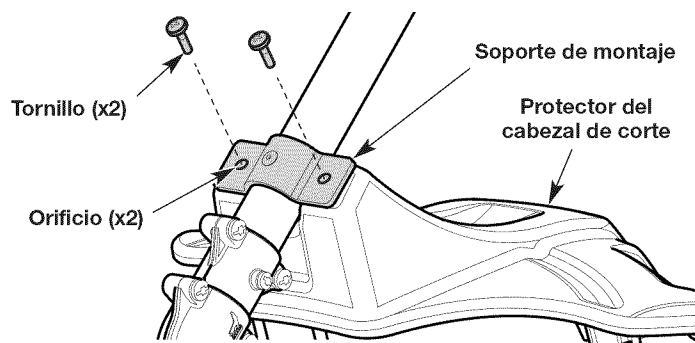

Fig. 1
1. Ubique el protector del cabezal de corte bajo el soporte de montaje (Fig. 1). Se deben alinear los orificios del protector del cabezal de corte con los orificios del soporte de montaje (Fig. 1).
2. Inserte los tornillos (x2) en los orificios alineados (Fig. 1). Ajuste los tornillos con la mano hasta que estén bien apretados.